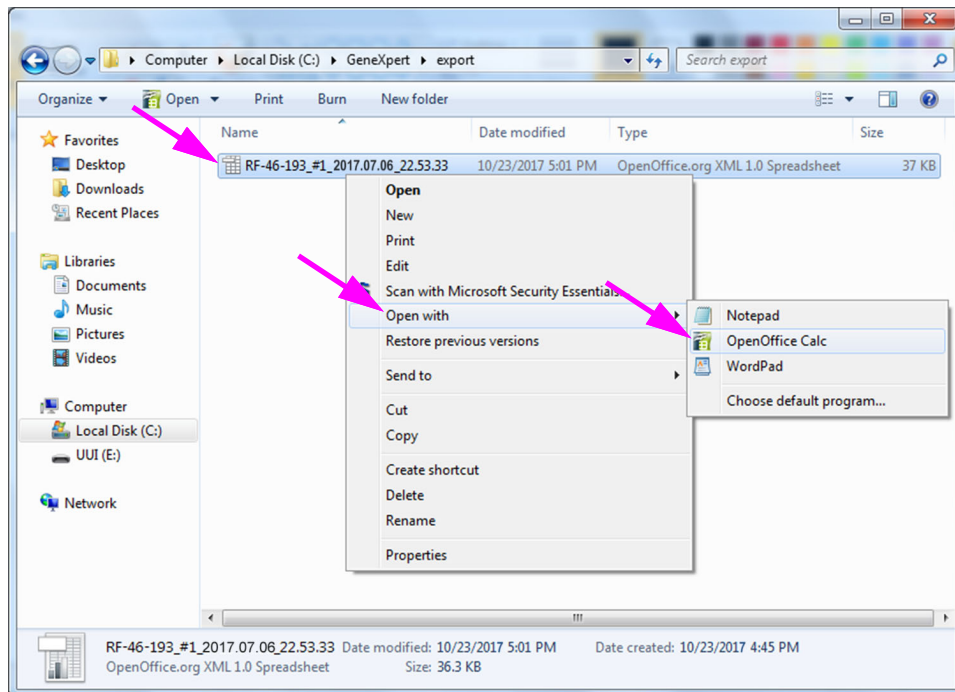

Figura D-1. Apertura de un archivo .csv para configurar AOO (ejemplo)
1. En la carpeta GeneXpert de su sistema, vaya a la carpeta **Export**. Haga clic con el botón derecho en el archivo .csv que desee abrir. Cuando aparezca el menú desplegable, haga clic en **Open with (Abrir con)** y seleccione **OpenOffice Calc**. Consulte la figura D-1.